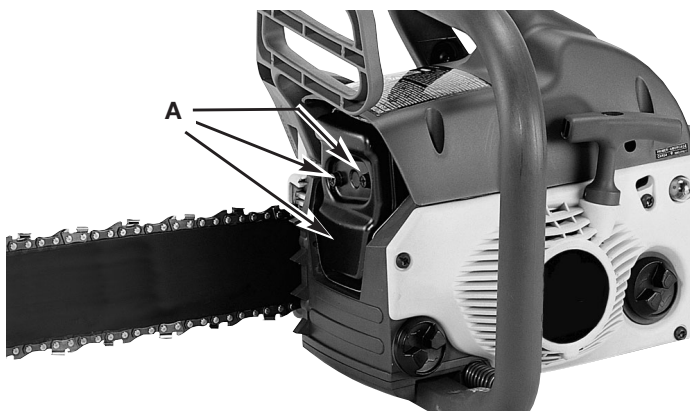

Fig. 28
1. Enlevez les 3 boulons (A) et enlevez l'amortisseur. (Fig. 28).